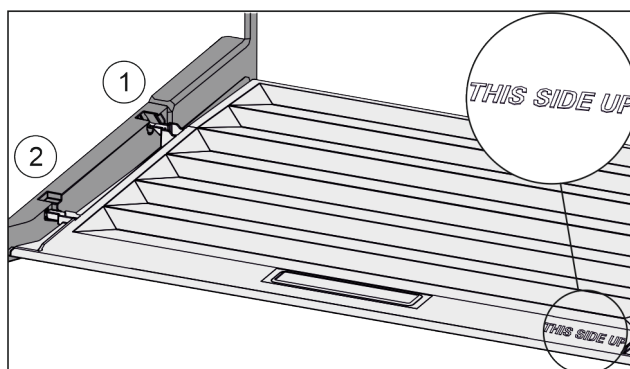

Fig. 76
- Вставить поперечные ребра крышки через отверстие заднего держателя Fig. 76 (1) и защелкнуть спереди в держателе Fig. 76 (2).